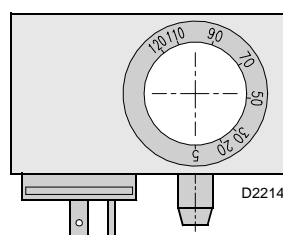

图 19
- 调节燃气阀组上的最小燃气压力开关 (图 19) 至量程的起始位置;